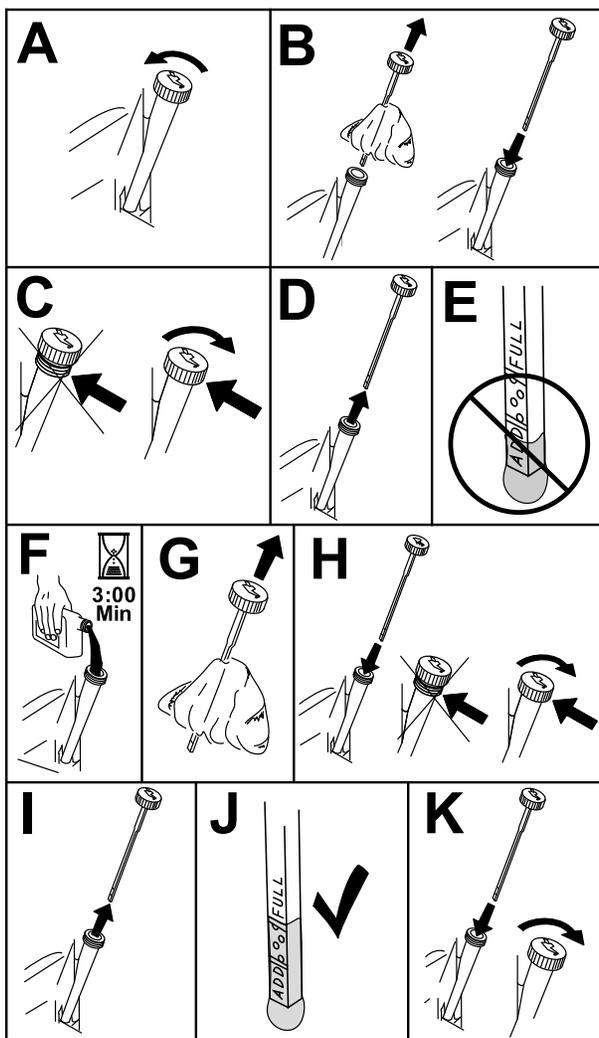

Figura 42
3. Per tenere lo sporco, gli sfalci d'erba, ecc, lontani dal motore, pulite l'area attorno al tappo del serbatoio dell'olio e all'asta di livello prima di rimuoverlo (Figura 42).